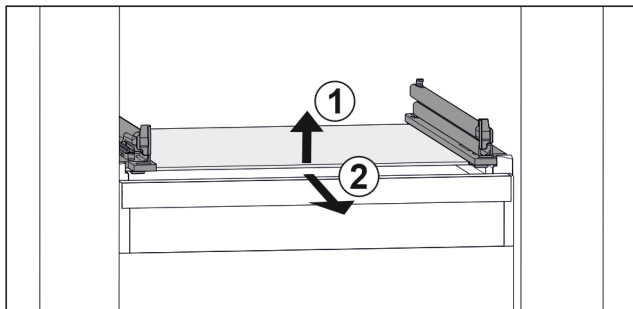

Fig. 38 Примерно изображение на стъклената плоча
- ▶ Повдигнете стъклената плоча отпред. Fig. 38 (1)
- ▶ Извадете стъклената плоча напред. Fig. 38 (2)